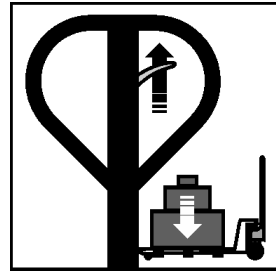

Fig. 9 – Bajar la carga
i. Posicione la palanca para arriba para bajar la carga (fig. 9).